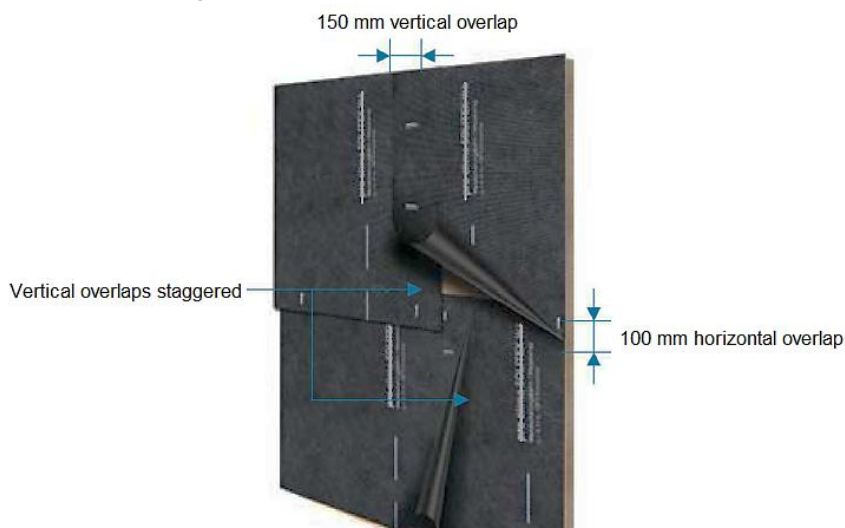

Figura 3 - Membrana Effisus Breather FR-B – Juntas sobrepostas.
- As juntas verticais devem sobrepor-se no mínimo 150 mm e ser escalonadas ou deslocadas sempre que possível (ver Figura 3).